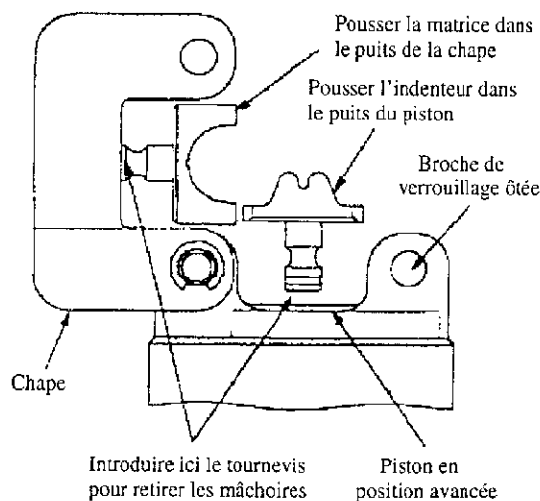

Figure 2
2. Introduire la mâchoire fixe (supérieure) dans la chape en poussant la mâchoire jusqu'à encliquetage de l'embase rotule. Voir Figure 2.
3. Faire légèrement avancer le piston avant d'introduire l'indenteur (mâchoire mobile, inférieure), en s'assurant de sa bonne orientation par rapport à la mâchoire fixe. Voir Figure 2
2. Introduire la lame d'un tournevis sous la mâchoire fixe et faire levier pour extraire la mâchoire de la chape (voir fig. 2).